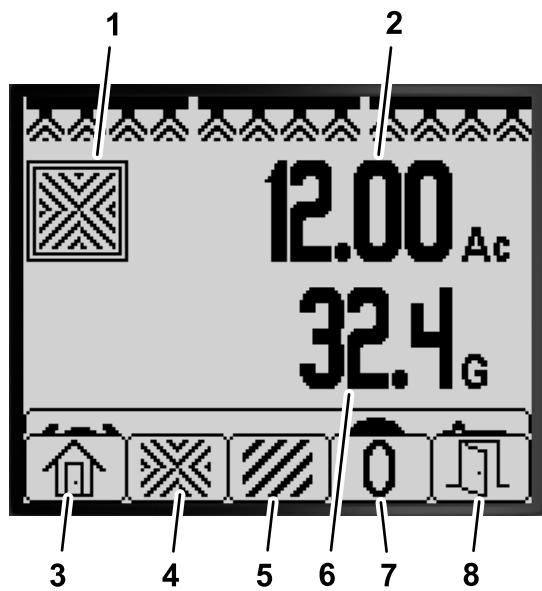

Figure 76
- Dans l'écran d'accueil, appuyez momentanément de manière prolongée sur un bouton pour ouvrir la barre de menu (Figure 75 et Figure 76).
- Appuyez sur le bouton 2 pour ouvrir l'écran Superficie totale (Figure 76).
- Utilisez les boutons de l'InfoCenter (Figure 76) pour effectuer les actions suivantes :